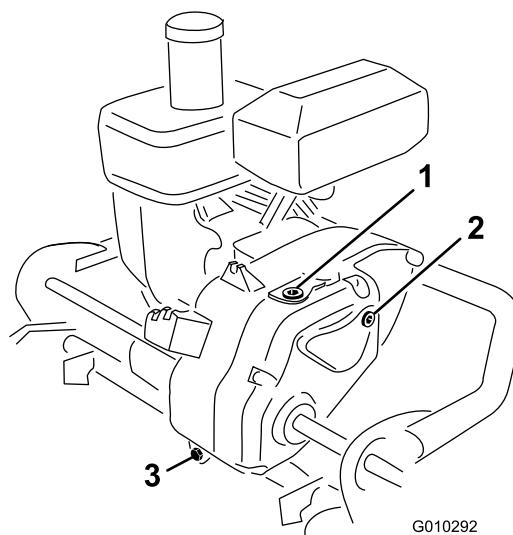

Figura 34
2. Togliete il tappo di controllo dal lato destro della trasmissione (Figura 34).